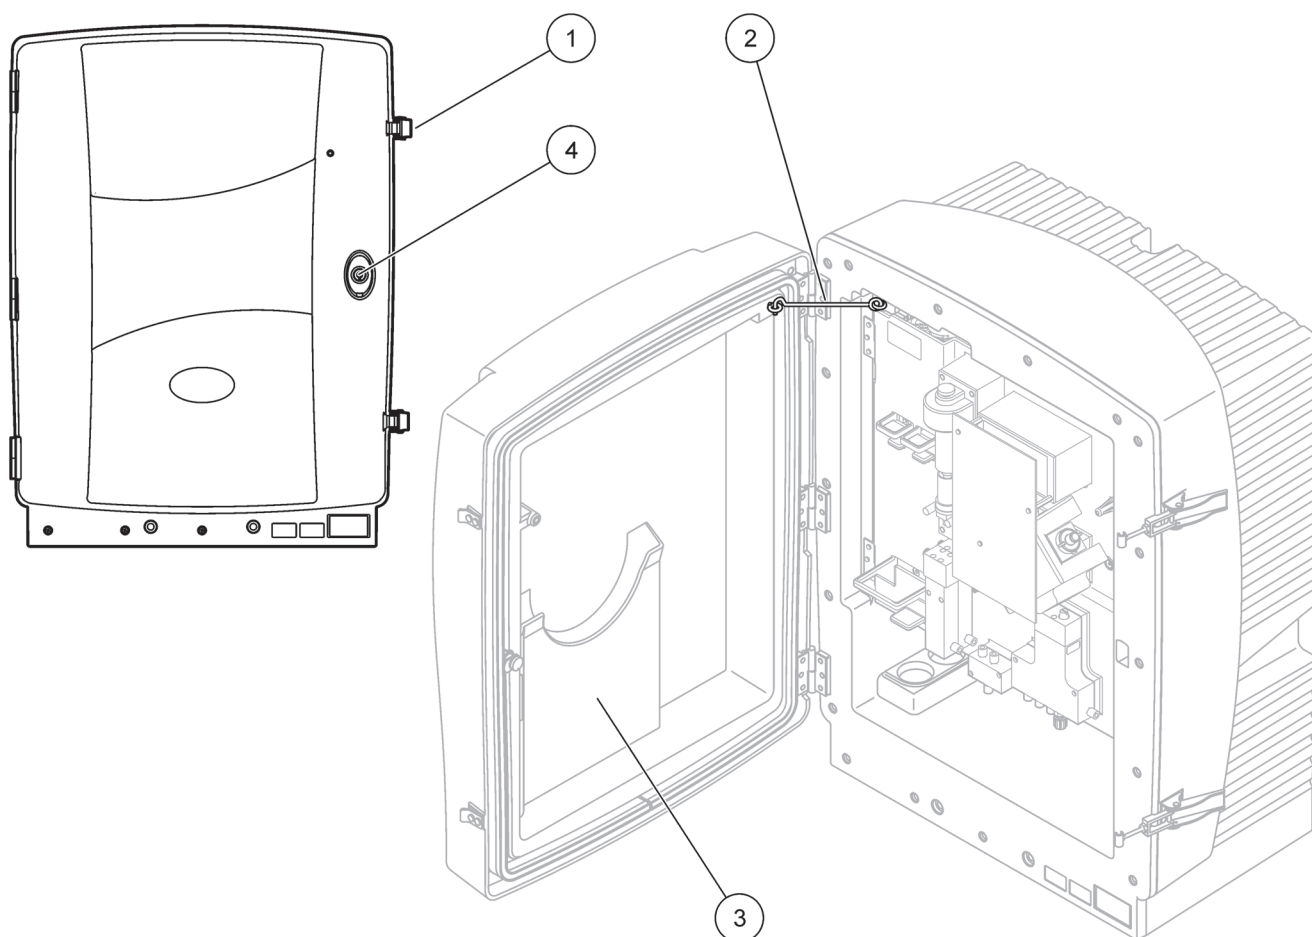
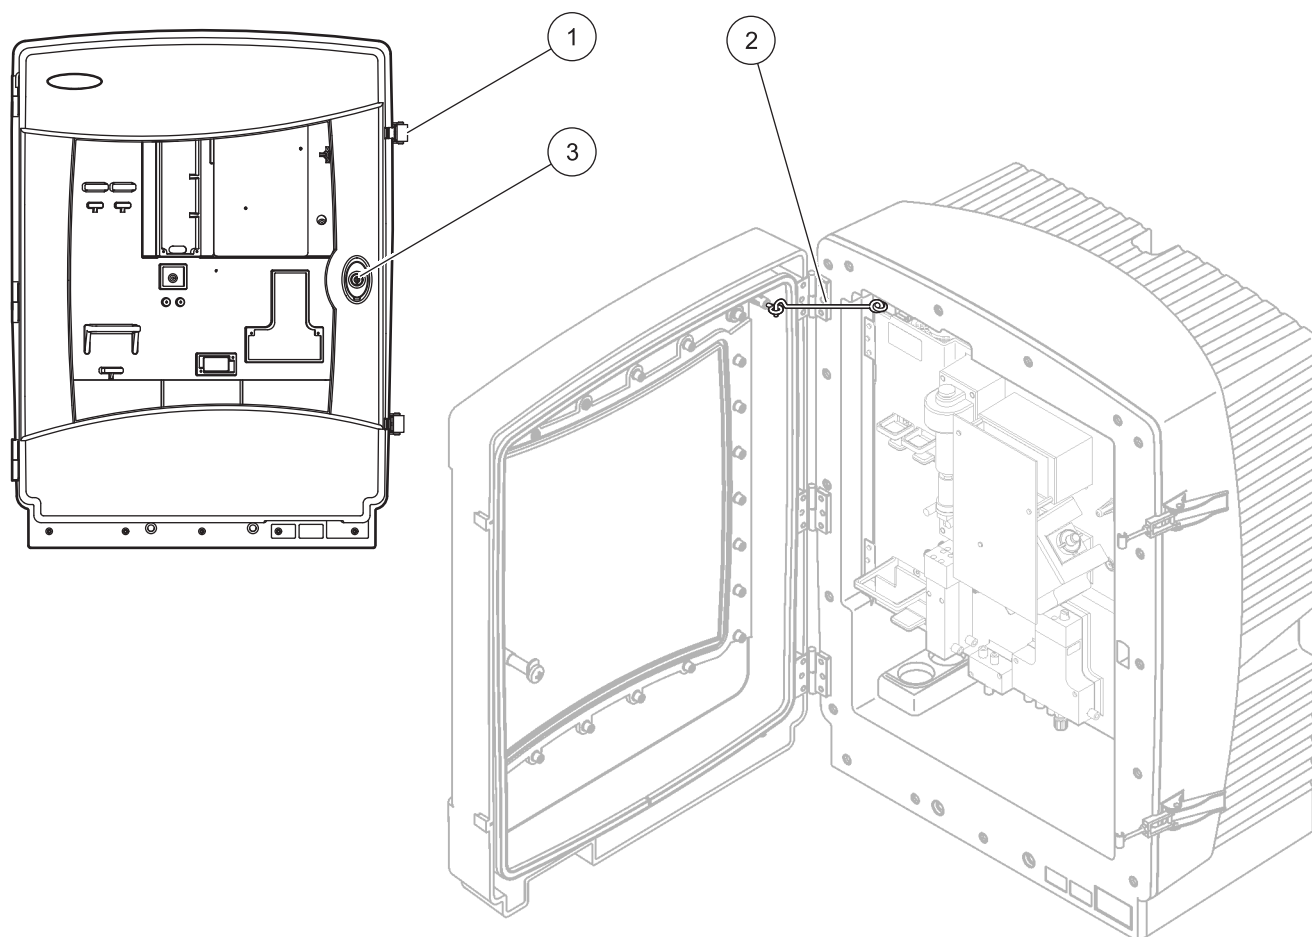

Figure 7 Ouverture du boîtier AMTAX sc
Figure 8 Ouverture du boîtier AMTAX indoor sc
1. Déverrouillez l'instrument (point 4, Figure 7, point 3, Figure 8).